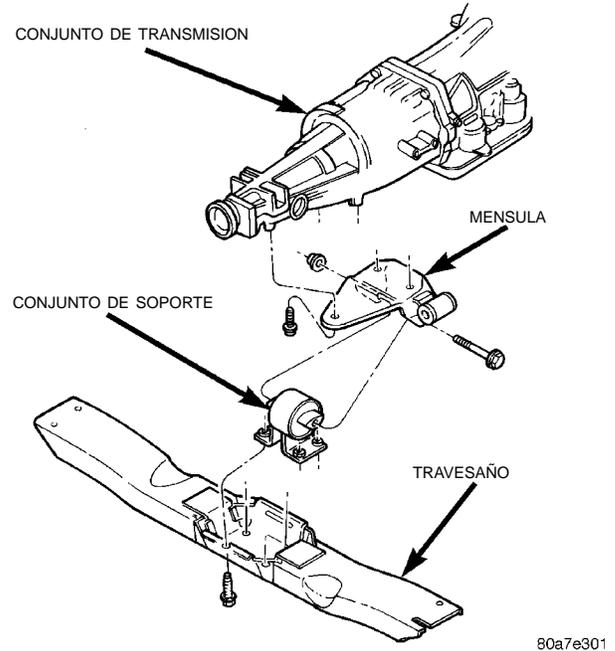
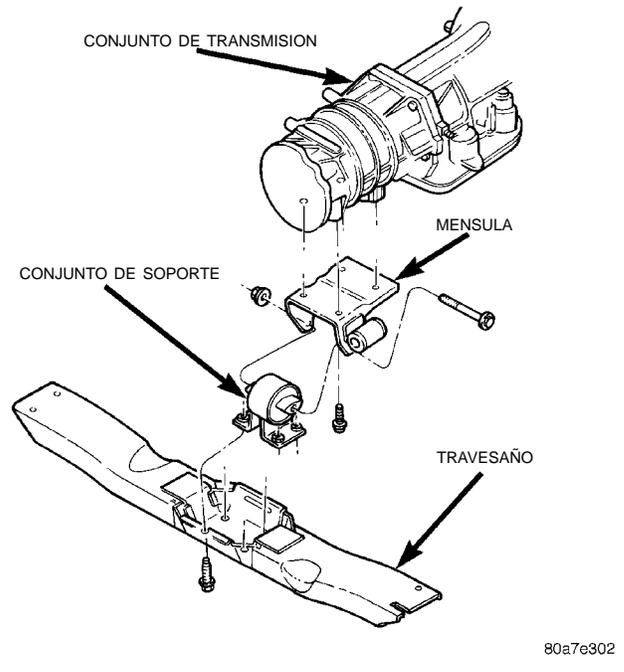

Fig. 26 Soporte de motor trasero—(4x2)
Fig. 27 Soporte de motor trasero—(4x4)
Un conjunto de ménsula de cojín de goma elástica soporta la transmisión en la parte trasera. Esta ménsula está fijada al travesaño (Fig. 26) (Fig. 27).
- (1) Desconecte el cable negativo de la batería.
- (2) Eleve el vehículo y apoye la transmisión.
- (3) Retire las tuercas que soportan el conjunto de soporte al travesaño.
- (4) Levante LIGERAMENTE la transmisión.
- (5) Retire el perno pasante y la tuerca. Retire el conjunto de soporte trasero (Fig. 26) (Fig. 27).
- (6) Si es necesario, retire los pernos que sujetan la ménsula del soporte trasero a la transmisión. Retire la ménsula de la péndola del tubo de escape. Retire la ménsula.